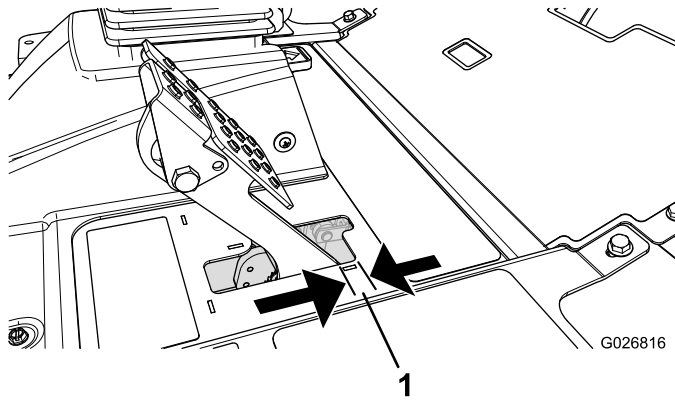

Figura 64
Regolate i freni se il pedale ha un "gioco" superiore a 2,5 cm (Figura 64), o quando è necessaria maggiore forza di tenuta. Per gioco s'intende la distanza che il pedale percorre prima che si avverta la resistenza della frenata.
2. Serrate il dado posteriore per spostare indietro il cavo, finché i pedali del freno non hanno un gioco compreso tra 6 e 13 mm (Figura 64), prima che la ruota si blocchi.